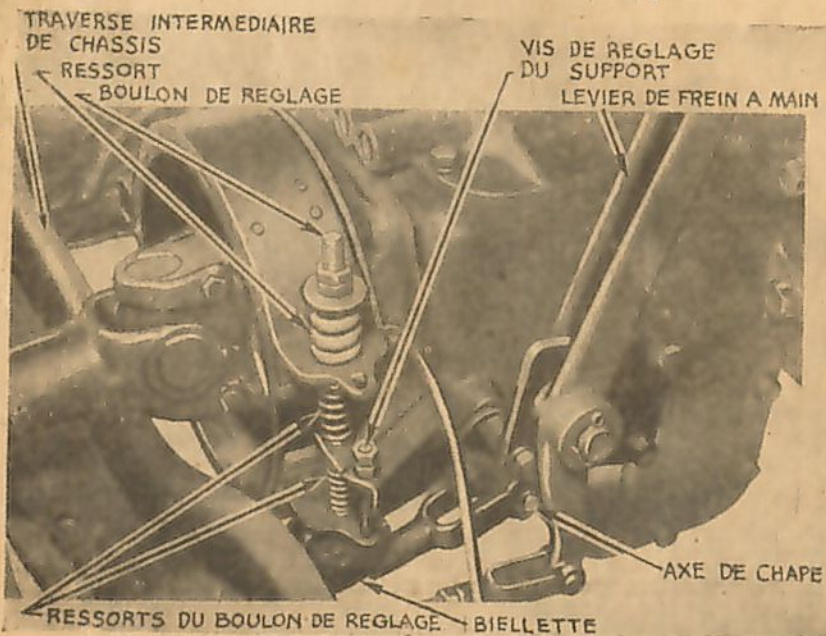
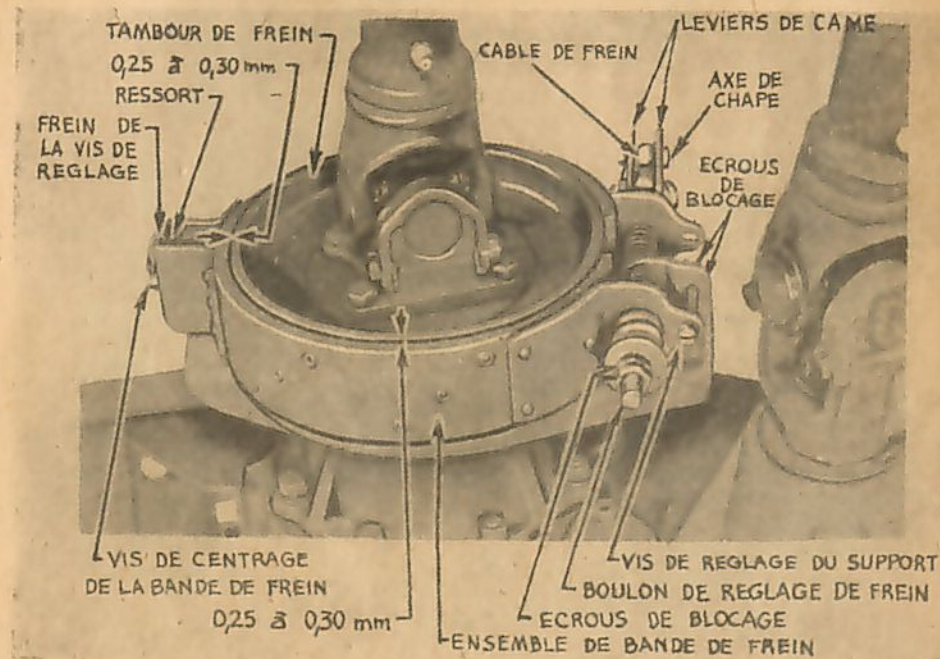

Fig. 28. — Vue du frein à main sur châssis 3/4 T. 4 x 4.
Fig. 29. — Vue du frein à main sur châssis 1 1/2 T. 6 x 6.
b) **Frein à main**, du type à bande enroulée, il est monté à l'arrière de la boîte de vitesses pour les véhicules 3/4 T. 4 x 4 (fig. 28) et à l'arrière de la boîte de transfert pour les véhicules 1 1/2 T. 6 x 6 (fig. 29). Le levier de commande peut être maintenu en position convenable pour un encliquetage approprié.